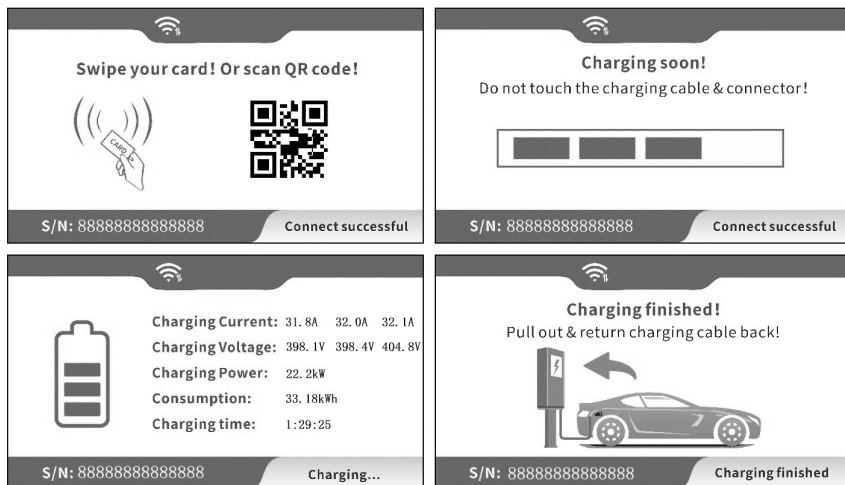

Рис. 6-3 Отображение при нормальной зарядке
- Как показано на рис. 6-3, ЖК-экран отображает изображение 4 типов в обычном процессе зарядки.